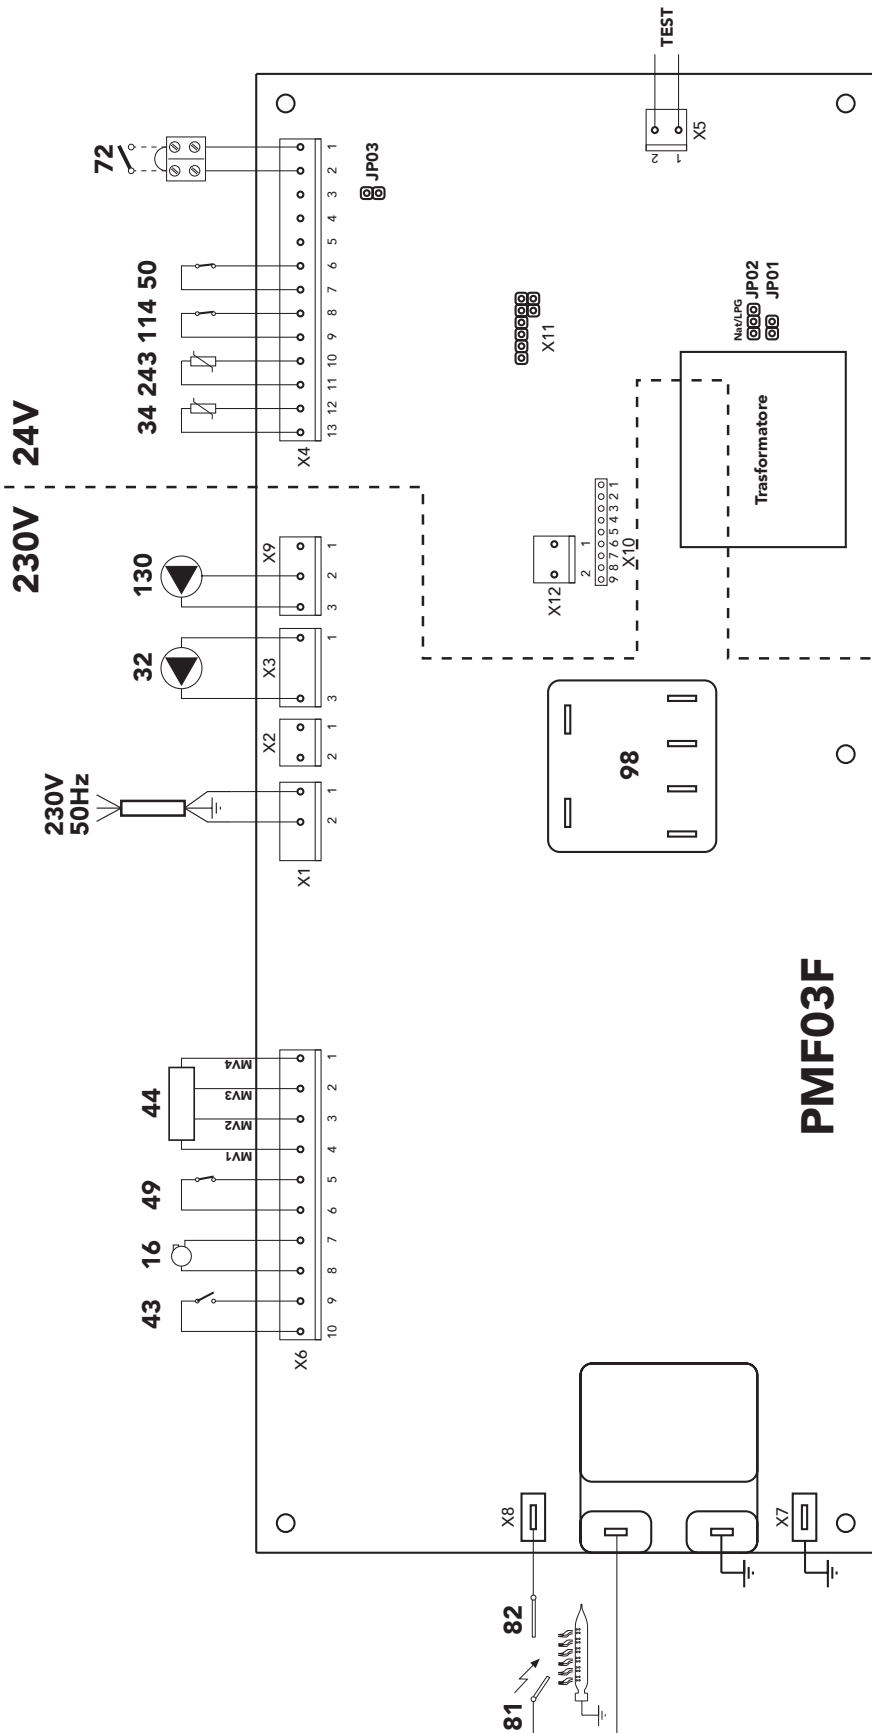

Fig. 22
### 3.14 Installation du thermostat d'ambiance éventuel (72) (Fig. 22)
Brancher le thermostat (72) comme cela est indiqué sur la figure 22.